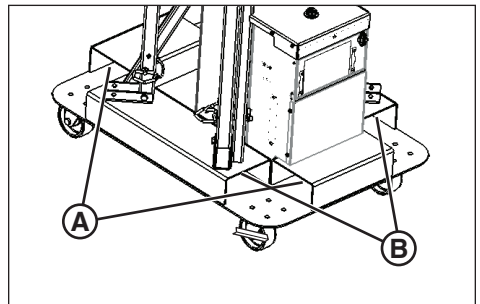

Figure 5
La tour d'éclairage portable est équipée de deux jeux de poches de chariot élévateur : une sur chaque côté de l'appareil (A, Figure 5), et un sur le devant et l'arrière de l'appareil (B).